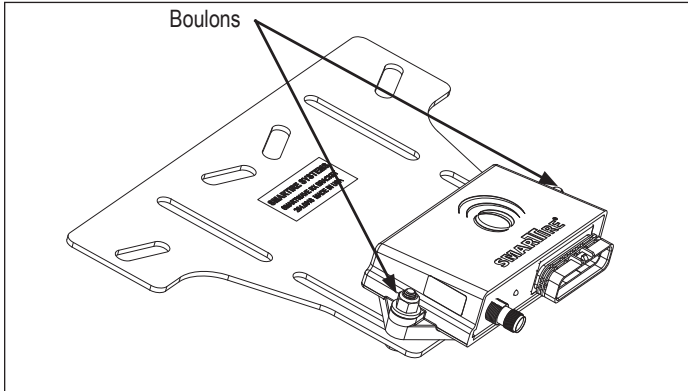

Figure 2 - Dépose des boulons du BCE
- Retirez les deux (2) boulons fixant le bloc de commande électronique (BCE) d'origine au châssis du véhicule et mettez-les de côté. Voir Figure 2.